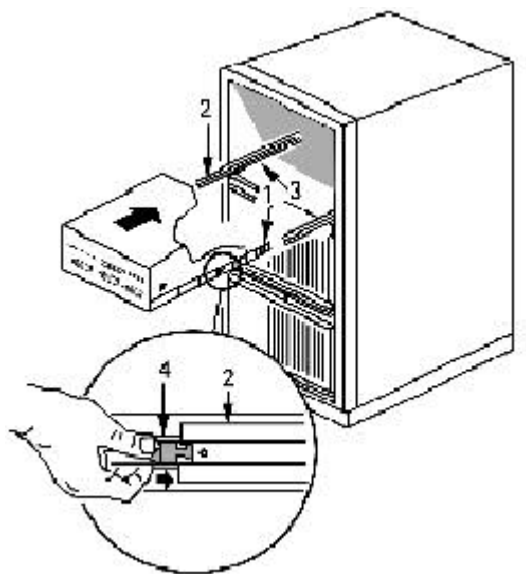

图 6 安装服务器到机柜上
- 3、推到不能动时，用力按下两边内轨上的防滑卡销（如图 6），继续用力将服务器完全推入机柜中。